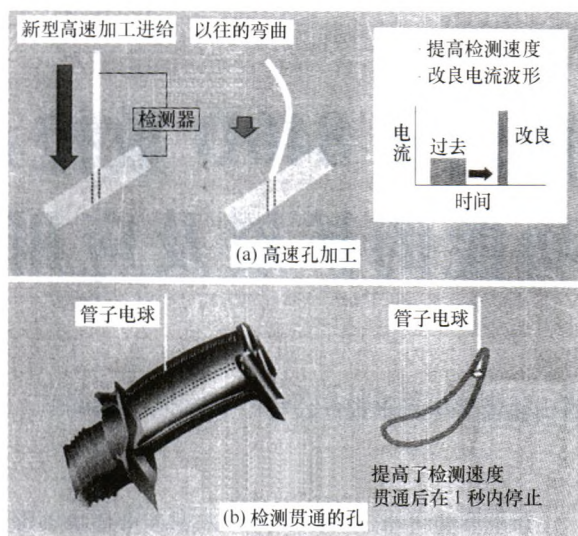

图6 在加工液槽中稳定加工
(4) 贯通检测功能 经检测,当管子电极使工件加工部位贯通之后,电极就会自动移出冷却孔的上部,停留在1mm以内,然后便断续对扩散口实施加工,因此缩短了作业的循环时间(见图6)。
(5) 电极导向器的定位 就准备工序而言,由于将电极夹具、管子电极、穿梭装置及导向器定位构成一个整体,所以电极自动交换时,无须在管子电极定位导向器上实施调作业,从而减少了作业时间。